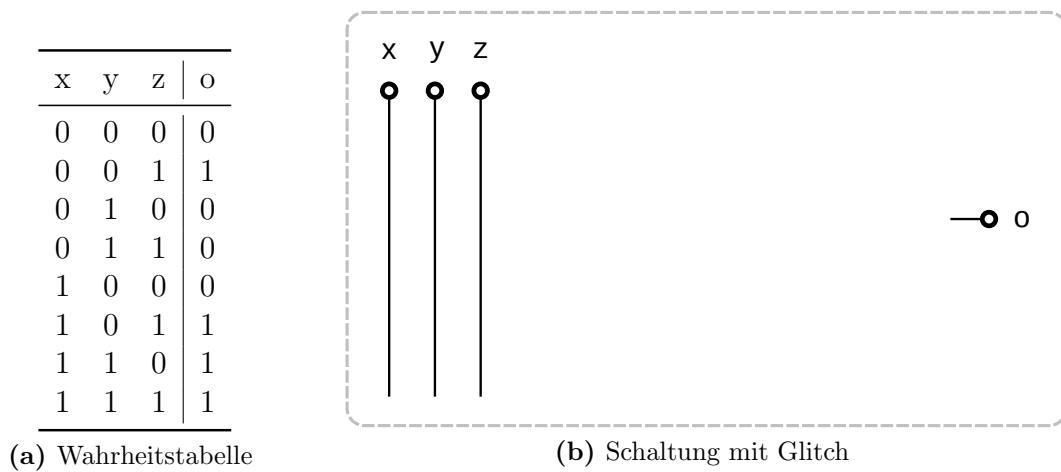

Abbildung 12: Zeichnen Sie hier Schaltung ein, die der ermittelten Normalform des Glitch-behafteten Schaltnetzes entspricht
2. Zeichnen Sie einen Schaltplan dieser Funktion mit AND-, OR- und NOT-Gattern in den dafür vorgesehenen Platz in Abbildung 12.